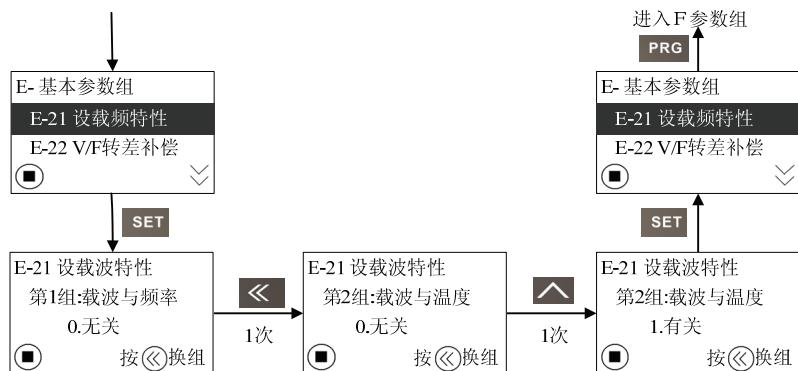

图 13 组操作界面流程
(3) 组操作界面流程: 以功能代码 E-21 下设载频特性为例来介绍, 设置选择第 2 组 中的“1. 与输出温度有关”, 具体操作如图 13 所示。